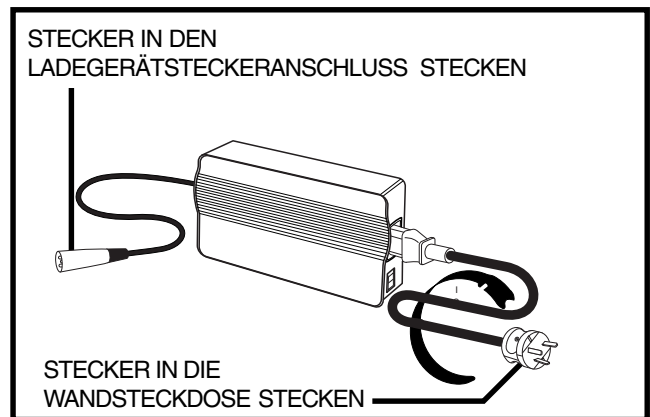

Abb. 12A. Externes Ladegerät
4. Stecken Sie das 3 polige Ladekabel in den Ladegerätanschluss. **Siehe Abb. 12A.**